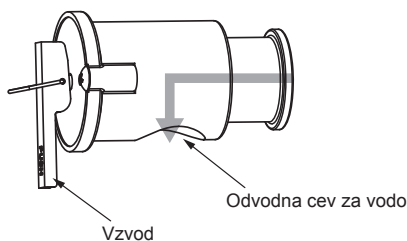

Fig. 4-2
4.4. Deli, ki jih treba redno pregledovati (Fig. 4-2)